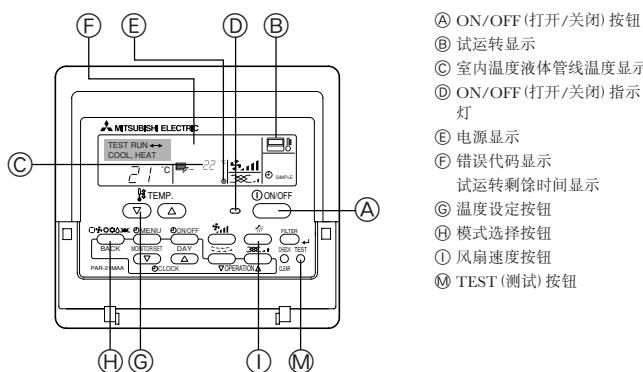

Fig. 8-1
8.2. 运行测试(使用有线遥控器) (Fig. 8-1)
- ① 试运转前, 请打开电源至少12小时。
- ② 按[TEST] (测试) 按钮两次。→“试运转”液晶显示
- ③ 按[Mode selection] (模式选择) 按钮。→确保空气由本机吹出。
- ④ 按[Mode selection] (模式选择) 按钮并切换至冷却(或加热)模式。→确保吹出冷(或暖)风。
- ⑤ 按[Fan speed] (风扇速度) 按钮。→请确定转移风扇速度。
- ⑥ 检查室外机组风扇操作。
- ⑦ 按[ON/OFF] (打开/关闭) 按钮释放试运转。→停止
- ⑧ 记录电话号码。